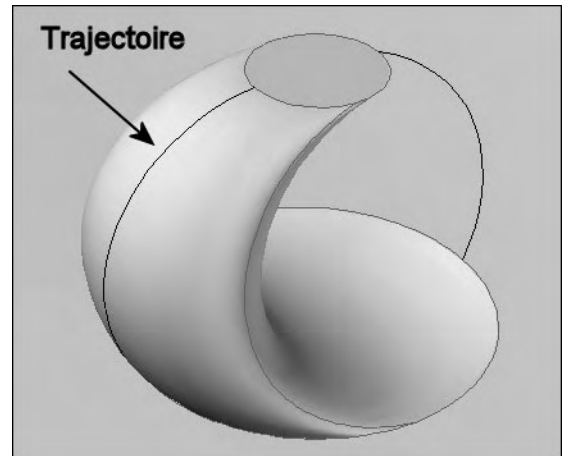

Fig.4.21
- **Chemin** (Path) : permet de spécifier la trajectoire de la surface ou du solide lissé. La courbe de la trajectoire doit couper tous les plans des coupes (fig.4.21).